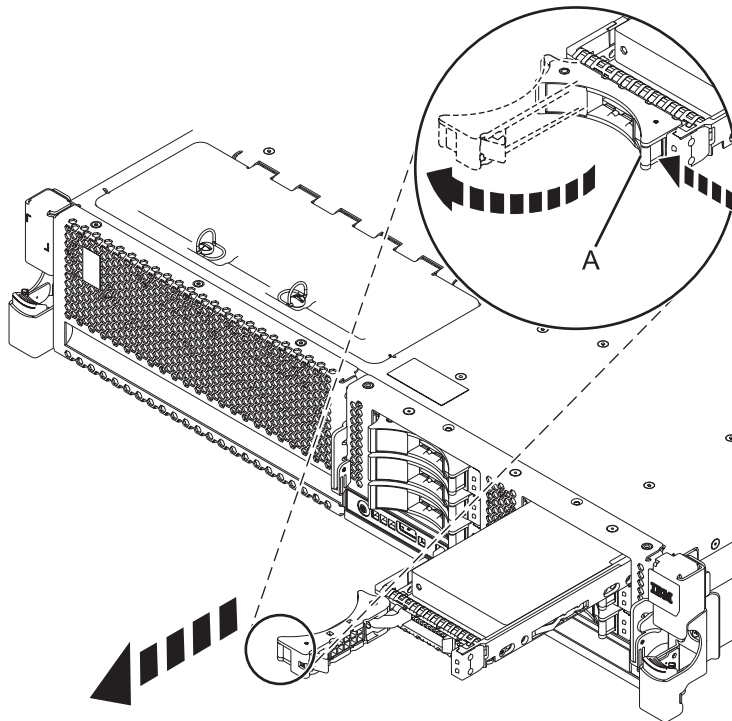

Figure 3. Retrait de l'unité de disque du fond de panier
- 2) Placez une main sous l'unité de disques et tirez avec précaution l'unité de disques du système, comme indiqué dans la figure 3.